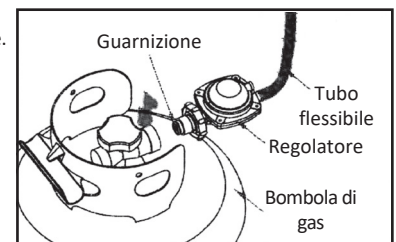

Fig. 1
- Verificare che la guarnizione del regolatore sia montata correttamente e in grado di svolgere la sua funzione. (Fig. 1)